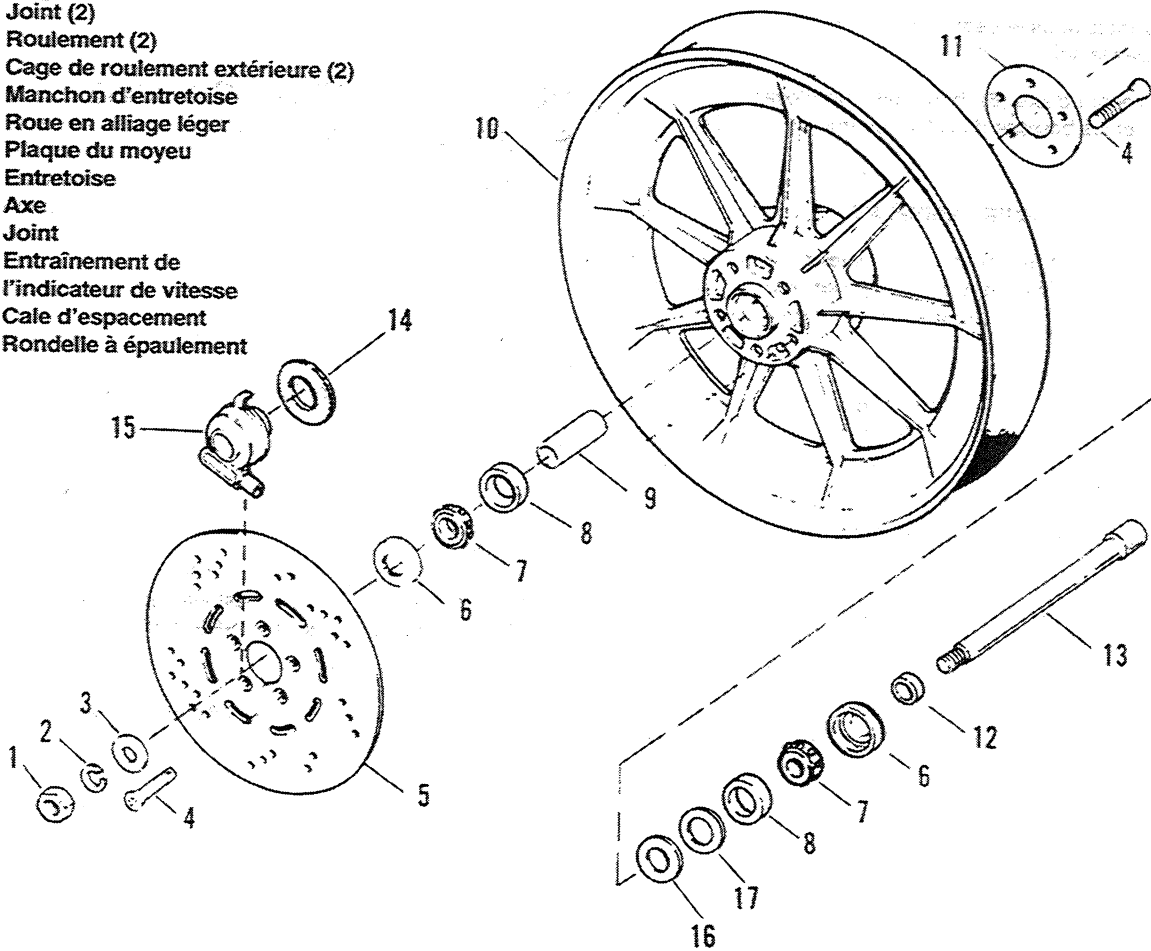

Figure 2-2. Roue avant en alliage léger
DEMONTAGE (Figures 2-2, 2-3)
MONTAGE (Figures 2-2, 2-3)
1. Voir Figures 2-2 et 2-3. Placez la roue entre les bras de fourche, l'entretoise (12) faisant face au côté droit de la moto et le disque de frein (5) faisant face au côté gauche.
6. Voir Figures 2-2 et 2-3. Montez un comparateur à base magnétique sur le disque de frein (5) et établissez le point de contact sur l'extrémité de l'axe (13). Faites tourner la roue en avant et en arrière pour vérifier le jeu latéral.